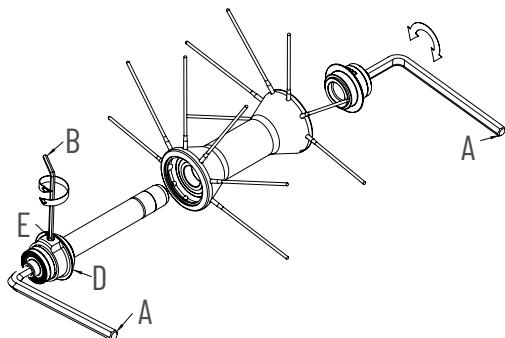

FIG. 1
- Inserite due chiavi a brugola da 5mm (A) dentro agli scontri alle estremità dei mozzi (Fig.1) e ruotatele in **senso antiorario**.
- Se necessario effettuare una registrazione del mozzo agendo sulla ghiera (D).
- Allentate il grano (E) con una chiave a brugola da 2mm (B)(Fig. 1).
- Richiudete il grano (E).